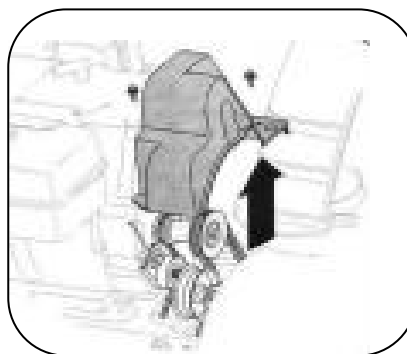

Bild 27
1. Ta loss remkåpan på motorns framsida genom att ta bort de två självgående skruvarna. Se bild 27.